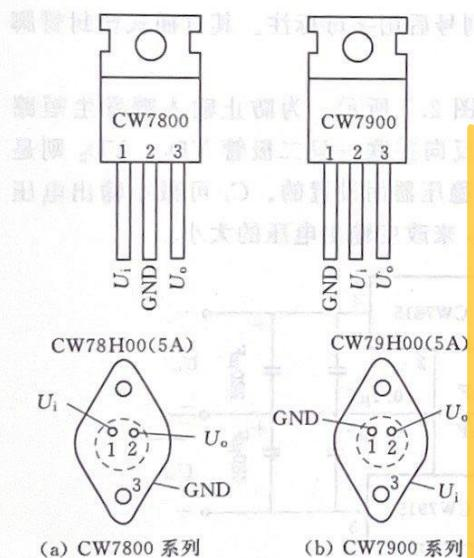

图 2.2 三端固定稳压输出集成
三端固定输出集成稳压器通用产品有 CW7800 系列（正电源）和 CW7900 系列（负电源）。型号的意义为：①78 或 79 后面所加的字母表示额定输出电流。如 L 表示 0.1A，M 表示 0.5A，无字母表示 1.5A；②最后的两位数字表示额定电压，如 CW7805 表示输出电压为 +5V，额定电流为 1.5A。其外形、封装形式和管脚排列如图 2.2 所示。